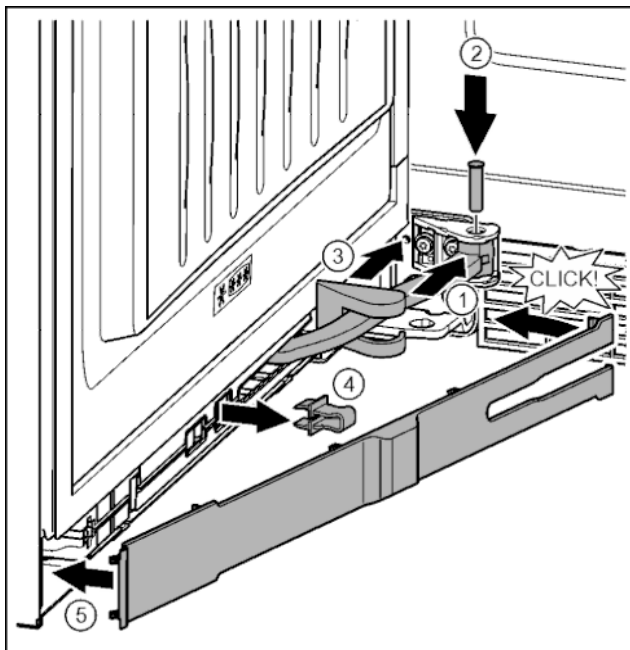

Fig. 44
- ▶ Повернуть шарнир в навеске. Fig. 44 (1)
- ▶ С помощью отвертки T15 вставить палец в навеску и шарнир. При этом следить за тем, чтобы выступ фиксатора занимал правильное положение в пазу. Fig. 44 (2)
- ▶ Переместить крышку опорного кронштейна вдоль шарнира и установить над навеской. Fig. 44 (3)
- ▶ Снять предохранитель. Fig. 44 (4)
- ▶ Установить накладку со стороны ручки и повернуть. Fig. 44 (5)